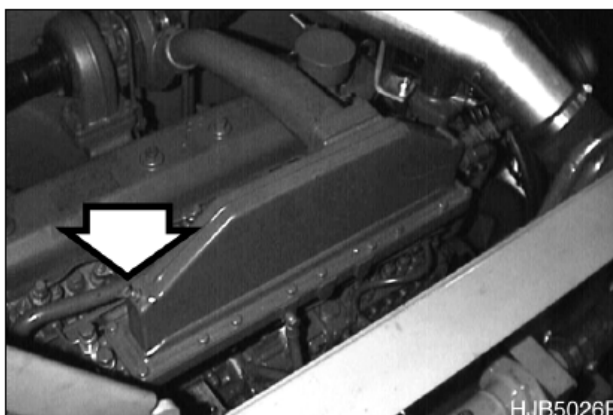

Рис. 75
3. Откройте вентиляционное отверстие (рис. 75) промежуточного охладителя.
**ПРИМЕЧАНИЕ:** При заполнении двигателя промывочным раствором открыть вентиляционное отверстие (рис. 75) промежуточного охладителя, чтобы выпустить воздух. При появлении охлаждающей жидкости закрыть отверстие.
**ПРИМЕЧАНИЕ:** При заполнении двигателя охлаждающей жидкостью открыть вентиляционное отверстие (рис. 75) промежуточного охладителя, чтобы выпустить воздух. При появлении охлаждающей жидкости закрыть отверстие.